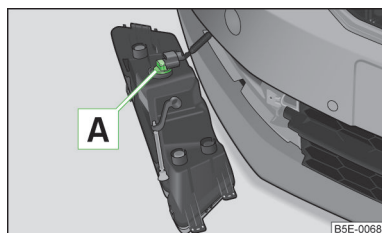

Fig. 227
- Rotiți soclul becului **A** » fig. 227, până la limită, în **sens antiorar** și extrageți-l.